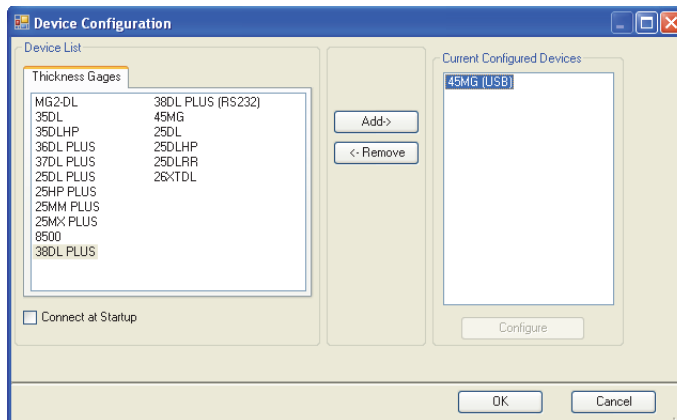

图 11-4 设备配置对话框
- b) 在 **Device Configuration** (设备配置) 对话框中 (参见第 181 页的图 11-4):
- (1) 在 **Device List** (设备列表) 中, 选择 **45MG**, 然后点击 **Add** (添加)。